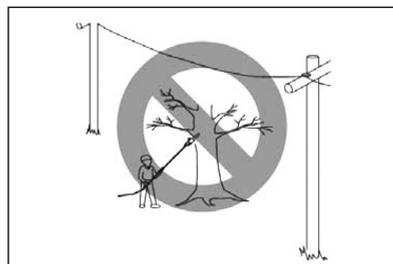

Fig. 28
**ATTENTION !** La conception de cet appareil n'intègre pas de dispositif de protection contre les chocs électriques en cas de contact avec les lignes à haute tension. N'utilisez pas l'appareil à proximité de câbles, de lignes électriques ou de lignes téléphoniques. La distance de sécurité est de 10 m minimum (fig. 28).